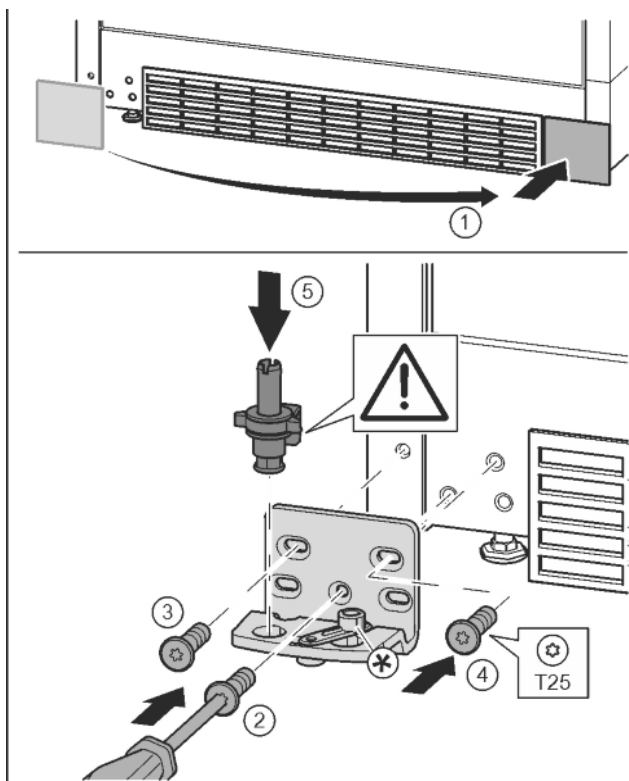

Fig. 14
- ▶ Sejměte kryt a připevněte jej na druhé straně. Fig. 14 (1)
- ▶ Nasadte stojan ložiska na druhé straně a přišroubujte pomocí šroubováku T25. Začněte šroubem 2 dole uprostřed. Fig. 14 (2)
- ▶ Pevně utáhněte šroub 3 a 4. Fig. 14 (3, 4)
- ▶ Zcela vložte ložiskový čep. Přitom dávejte pozor, aby zajišťovací vačka směřovala dozadu. Fig. 14 (5)